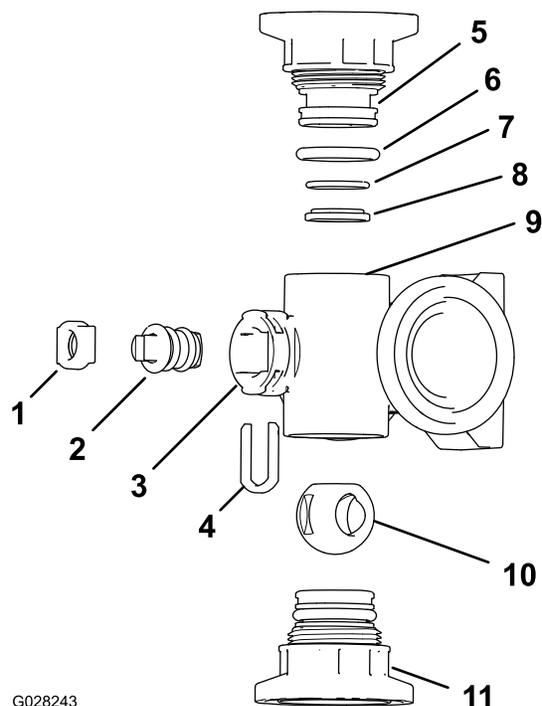

図 118
2. マニホルドのボディ両端部にあるエンドキャップフィッティングアセンブリ2個を取り外す 図 118 と 図 119。
- マニホールド内部のステムポートのスロットからステムリテーナを取り外す 図 118 と 図 119。
- マニホールドからステムリテーナとバルブシートを取り外す 図 118 と 図 119。
- マニホールドボディの中に手を入れてバルブステムアセンブリを取り出す 図 118 と 図 119。
- 出口フィッティングの Oリング個別ブームバルブマニホールドのみ、エンドキャップの Oリング、バックシートの Oリング、ボールシートそれぞれに傷や過度の摩耗がないか点検する 図 118 と 図 119。
- バルブのステムにグリスを塗り、ステムをバルブステムシートに取り付ける 図 118 と 図 119。
- バルブステムとシートをマニホールドに取り付けてステムリテーナで固定する 図 118 と 図 119。
- バックシートの Oリングとボールシートが相互に整列しており、エンドキャップのフィッティングに適切に収まっていることを確認する 図 118 と 図 119。
- エンドキャップフィッティングアセンブリをマニホールドボディに取り付け、エンドキャップフィッティングのフランジがマニホールドのボディに接触したら 図 118 と 図 119、その位置からさらにバルブを 1/81/4 回転締め付ける。